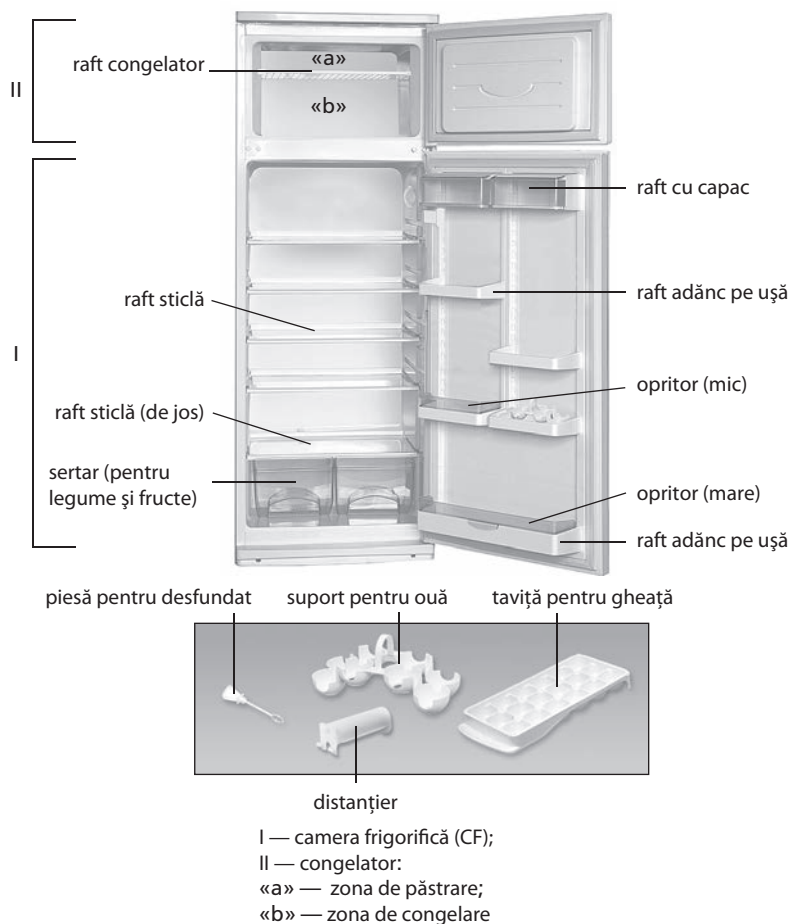

Figura 1 — Frigiderul și piesele de completare
1.1 Frigiderul este destinat pentru răcirea, conservarea produselor alimentare proaspete în camera frigorifică, pentru congelarea produselor alimentare proaspete, păstrarea pe termen lung a alimentelor congelate și prepararea gheții alimentare în camera de congelare în conformitate cu figura 1.